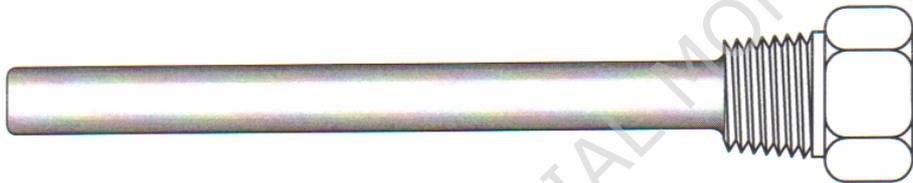

Fig. 8 TERMOPOZO
**-Termopozo:** es un receptáculo de forma tubular, a prueba de presión, diseñado para encerrar y proteger un elemento sensor de temperatura, provisto de rosca exterior u otro medio para conectarse al proceso en forma hermética. (Fig. 8).